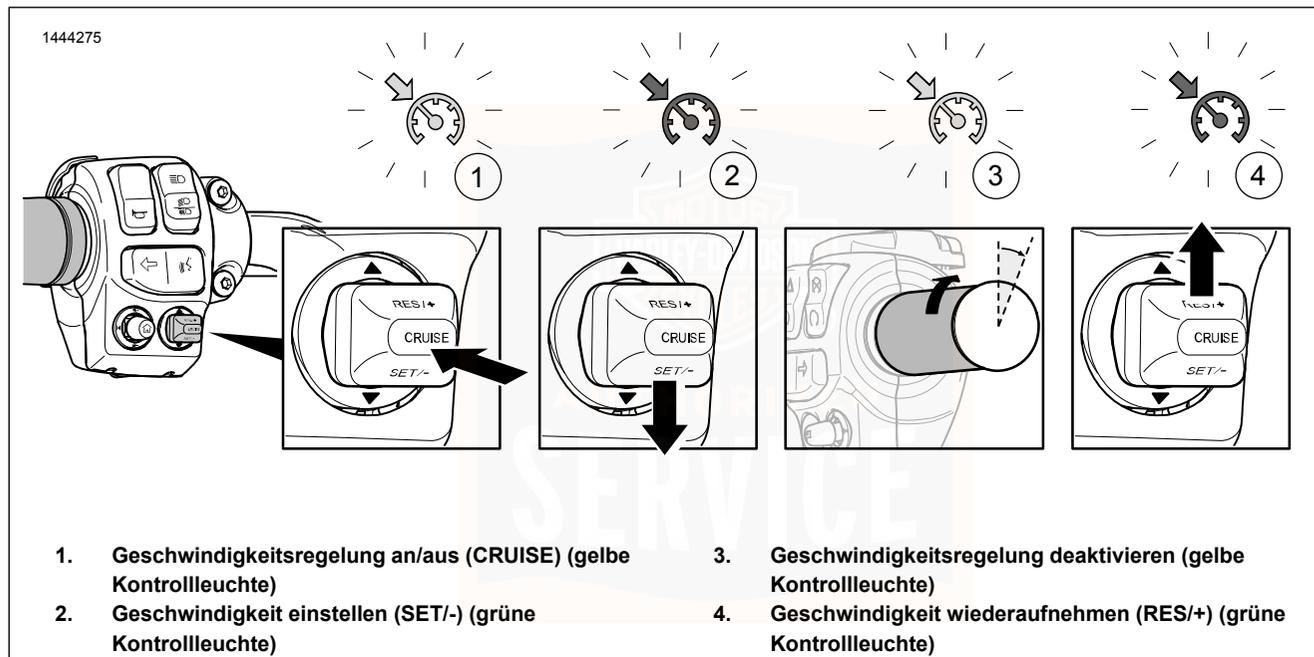

Abbildung 36. Geschwindigkeitsregelung (typisch)
Siehe Abbildung 36. Den Geschwindigkeitsregelungsschalter drücken, um die Geschwindigkeitsregelung (1) einzuschalten. Im eingeschalteten Zustand leuchtet das Symbol für die Geschwindigkeitsregelung in der Tachometer-Oberfläche gelb.
Siehe Abbildung 36. Wenn das Motorrad die gewünschte Geschwindigkeit erreicht hat, den Schalter SET/-herunterdrücken, um die Reisegeschwindigkeit einzustellen (2). Die Farbe des Geschwindigkeitsregelungssymbols wechselt von Gelb auf Grün.
Siehe Abbildung 36. Um die Reisegeschwindigkeit zu verlassen, den Gasgriff über den Abrollschalter (3) in die geschlossene Stellung drehen.
Siehe Abbildung 36. Wenn die Geschwindigkeitsregelung deaktiviert wurde, die Geschwindigkeitsregelungs-Kontrollleuchte aber trotzdem gelb leuchtet, wird durch Drücken des Schalters RES/+ die Geschwindigkeitsregelung wiederaufgenommen (4). Das Symbol leuchtet grün. Das Motorrad nimmt automatisch die zuvor eingestellte Reisegeschwindigkeit wieder auf.
Siehe Abbildung 36 . Unsere Modelle sind mit den Zusatz-/Nebelleuchten ausgestattet, deren Schalter sich auf der linken Seite der Verkleidungskappe befindet.